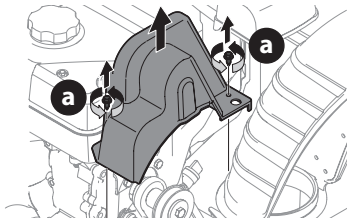

Figure 85
2. Retirez les deux vis autotaraudeuses (a) pour enlever le couvercle de courroie en plastique devant le moteur. Voir Figure 85.